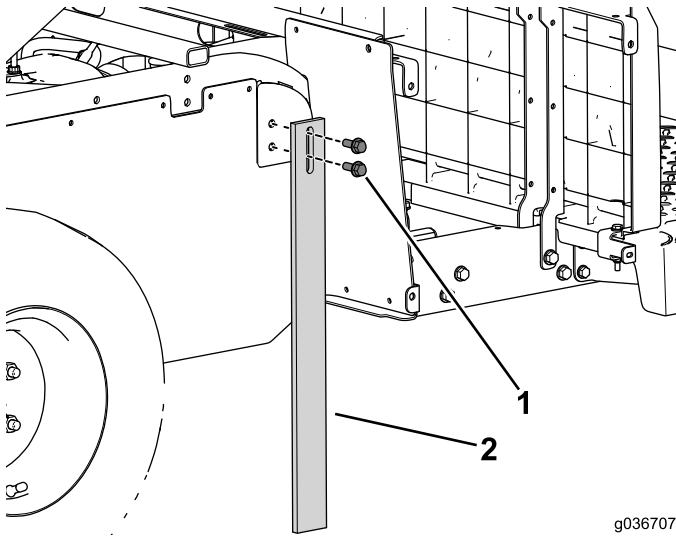

Bild 63
1. Befestigen Sie das Stützbein an der Maschine (Bild 63).